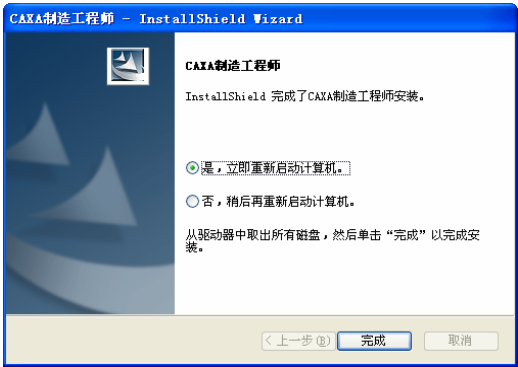

图 5-12 完成重新启动界面
9) 按照安装进程可完成 CAXA 制造工程师的安装，显示如图 5-12 所示的界面，单击“完成”按钮即可。